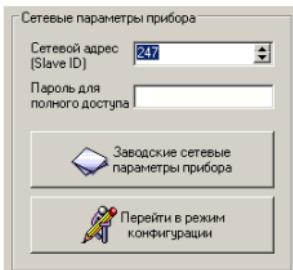

Рисунок 10 – Окно «Сетевые параметры прибора»
7.4.9 В разделе **«Сетевые параметры прибора»** (рисунок 10) запишите в строке **«Сетевой адрес (Slave ID)»** сетевой адрес прибора, он может быть от 2 до 247 (по умолчанию 247).
7.4.11 Кнопка **«Перейти в режим конфигурации»** устанавливает связь с прибором по заданным параметрам. В случае успешного соединения с прибором перейдет в окно конфигурации (рисунок 10).